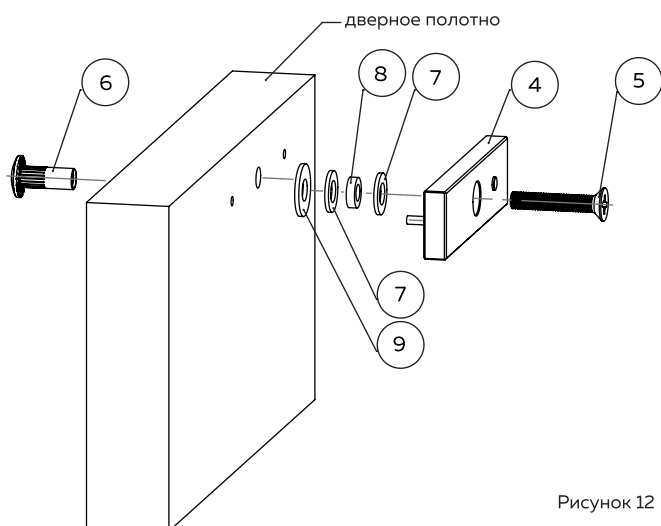
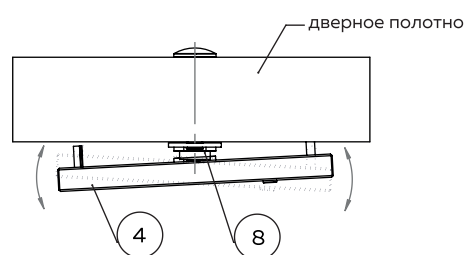

Рисунок 12
Рисунок 13
- 7 С внутренней стороны дверного полотна установить пластину ④ в последовательности, как показано на рис.12.
ВАЖНО: для плотного прилегания пластины ④ к электромагниту ① замка необходимо обеспечить подвижность пластины ④ (рис.13), поэтому между дверным полотном и пластиной ④ должно обязательно находиться кольцо резиновое ⑧ (рис.12, 13).